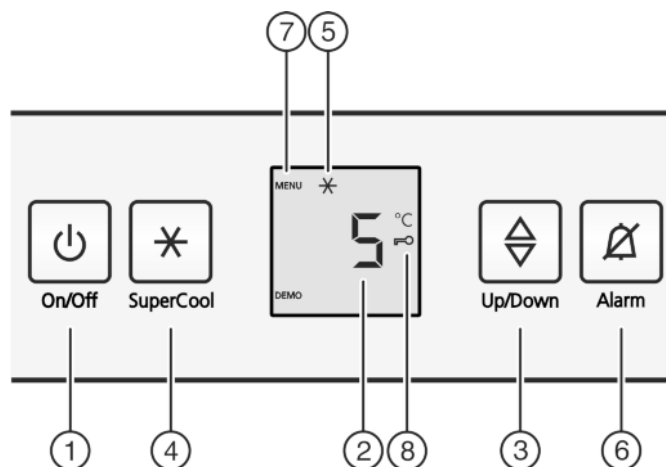

Fig. 2
- ▶ Nacisnąć przycisk On/Off *Fig. 2 (1)*.
- ▶ Nacisnąć i przytrzymać przycisk SuperCool *Fig. 2 (4)* przez ok. 5 sekund.
- ▷ Na wskaźniku pojawia się symbol menu *Fig. 2 (7)*.
- ▶ Krótko potwierdzić przyciskiem SuperCool *Fig. 2 (4)*.
- ▷ Na wskaźniku świeci symbol zabezpieczenia przed dziećmi *Fig. 2 (8)*.
- ▶ Krótko wcisnąć przycisk On/Off *Fig. 2 (1)*.
- ▶ Nacisnąć przycisk Alarm *Fig. 2 (6)*.
- ▶ Wywoływanie funkcji temperatury: Nacisnąć przycisk ustawiania *Fig. 2 (3)*.
- ▶ Zmiana temperatury krokami po 1 °C: Tyle razy naciskać przycisk ustawiania *Fig. 2 (3)*, aż na wskaźniku temperatury pojawi się żądana temperatura.
- ▶ krótko nacisnąć przycisk SuperCool Fig. 2 (4).
- ▷ Na wskaźniku świeci symbol SuperCool Fig. 2 (5).
- ▷ Na wskaźniku gaśnie symbol SuperCool Fig. 2 (5).